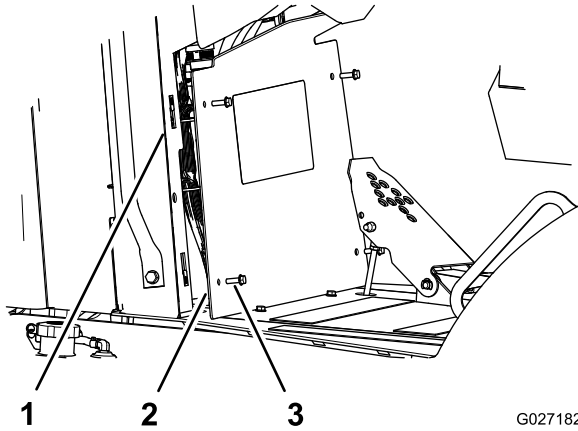

Figure 2
1. Retirez les 4 boulons à embase hexagonale (5/16 x 1 po) qui fixent le panneau de protection à la console (Figure 2).
2. Alignez les trous du panneau de protection et les écrous à clip de la console (Figure 2).
3. Fixez le panneau sur la console au moyen des 4 boulons à embase hexagonale (Figure 2).